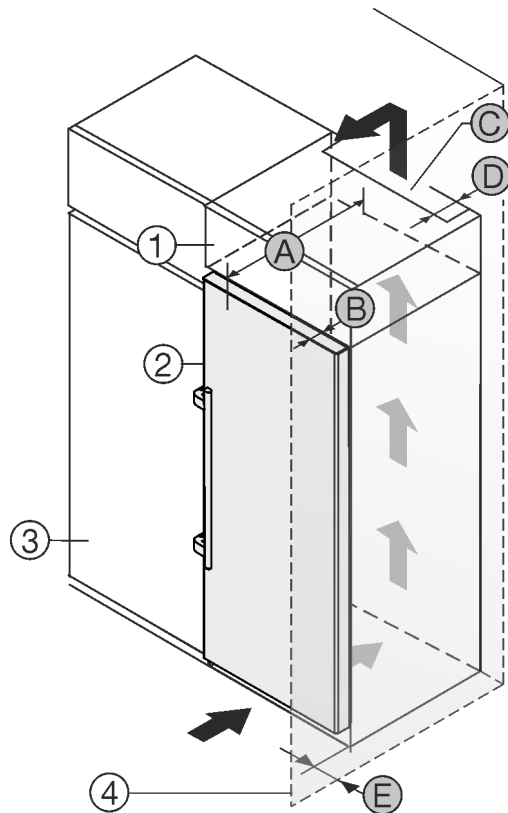

Fig. 2
- (1) Επικαθήμενο ντουλάπι *
- (2) Συσκευή *
- (3) Ντουλάπι κουζίνας *
- (4) Τοίχος *
- (A) Βάθος συσκευής *
- (B) Βάθος πόρτας *
- (C) Διατομή αερισμού *
- (D) Απόσταση πίσω πλευράς συσκευής *
- (E) Απόσταση από το πλάι της συσκευής *
Μπορείτε να τοποθετήσετε τη συσκευή ακριβώς δίπλα από το ντουλάπι κουζίνας Fig. 2 (3)*.
Στην πίσω πλευρά του επικαθήμενου ντουλαπιού πρέπει να υπάρχει ένα κενό εξαγωγής αέρα με βάθος Fig. 2 (D) σε όλο το πλάτος του επικαθήμενου ντουλαπιού.*
Κάτω από την οροφή του δωματίου πρέπει να τηρείται η διατομή εξαερισμού Fig. 2 (C)*.
Εάν τοποθετήσετε τη συσκευή με τους μεντεσεδες δίπλα σε κάποιον τοίχο Fig. 2 (4), τότε πρέπει η απόσταση ανάμεσα στη συσκευή και στον τοίχο να ανέρχεται σε τουλάχιστον 57 mm. Αντιστοιχεί στην προεξοχή της χειρολαβής όταν η πόρτα είναι ανοιχτή.*
Για να μπορείτε να ανοίγετε τελείως την πόρτα, πρέπει η συσκευή να προεξέχει κατά το βάθος της πόρτας Fig. 2 (B) από την πρόσοψη του ντουλαπιού κουζίνας. Η συσκευή μπορεί να προεξέχει περισσότερο, ανάλογα με το βάθος των ντουλαπιών κουζίνας Fig. 2 (3) και την χρήση αποστατών τοίχου.*